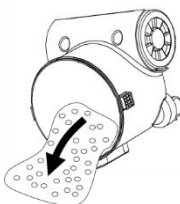

Figura 7
14. Cómo vaciar el depósito (consulte la figura 7):